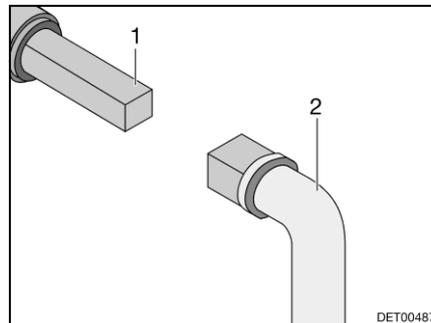

Fig. 138 Utilizzo del rubinetto di scolo delle acque grigie
- Inserire la chiave (Fig. 138,2) sul perno quadro (Fig. 138,1).